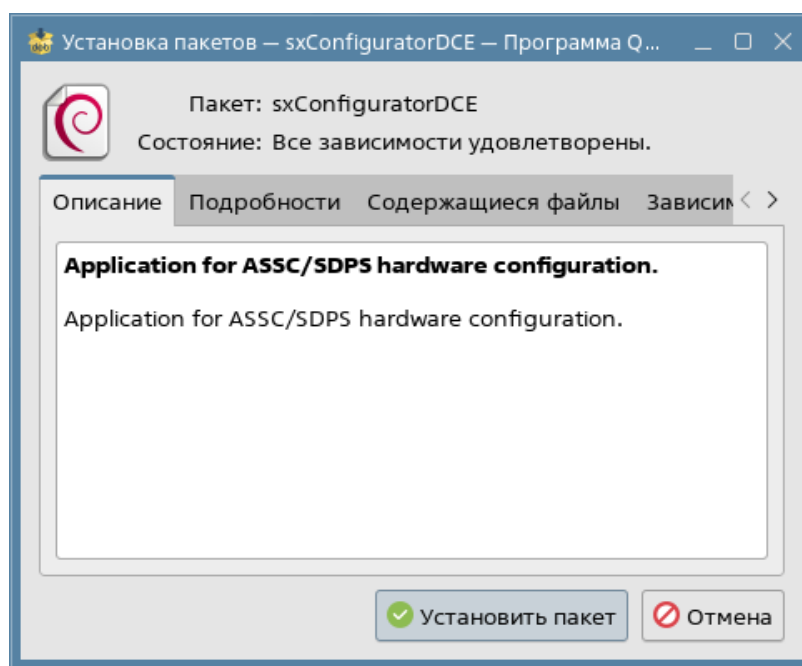

Рисунок 2.1 – Диалоговое окно «Установка пакетов»
1) открыть в установщике пакетов QApт файл «sxconfigdce_x.x.x_amd64.deb» (где x.x.x – устанавливаемая версия), нажав дважды ЛКМ на нём. В открывшемся диалоговом окне нажать ЛКМ на кнопке «Установить пакет» (см. рисунок 2.1);